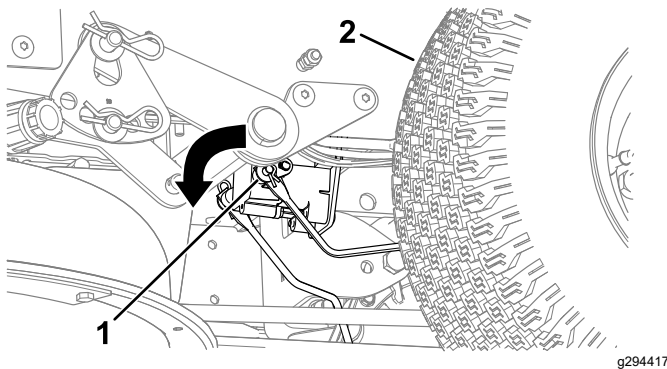

Figura 46
3. Localice el eje del freno eléctrico al que están conectados los brazos de enganche de los frenos (Figura 46).
4. Gire el eje para quitar el freno (Figura 46).